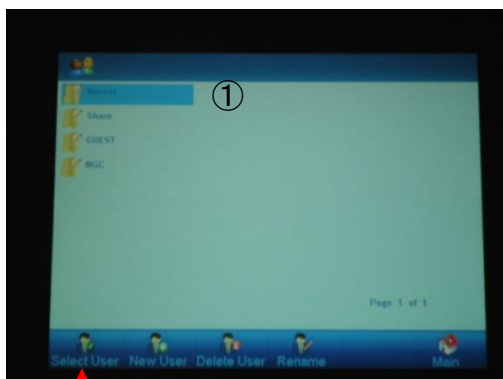

図2 ②
該当するユーザー(図2-①)を選択し、
Select User (図2-②)をタッチします。